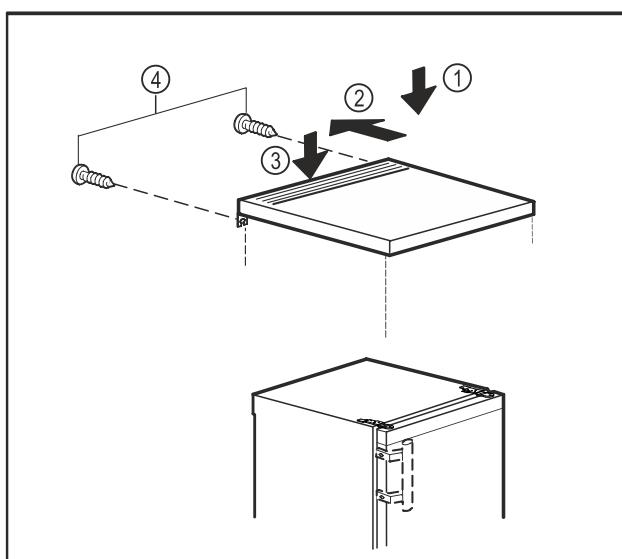

Fig. 11
- Встановіть стільницю на пристрій. Fig. 11 (1)
- Відсуньте стільницю назад. Fig. 11 (2)
- Натисніть на стільницю ззаду вниз. Fig. 11 (3)
- Затягніть гвинти на задній панелі. Fig. 11 (4)